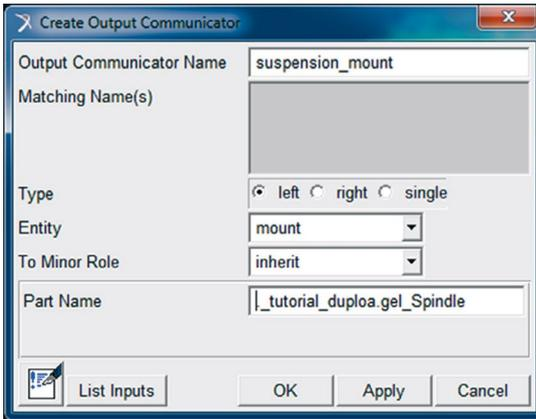

Figura 5.151 – Criação do *Communicator* “*suspension_mount*”.
- Preencha os campos da janela *Create Output Communicator*, conforme ilustrado na Figura 5.151.